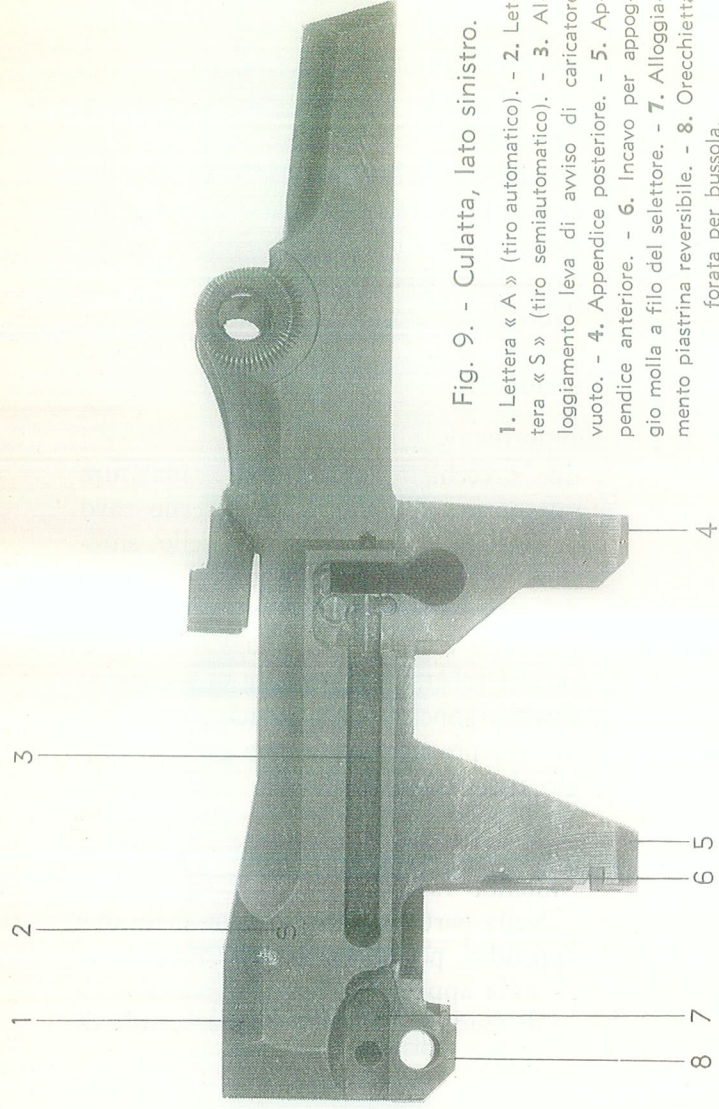

Fig. 9. - Culatta, lato sinistro.
- lateralmente a sinistra (*fig. 9*):